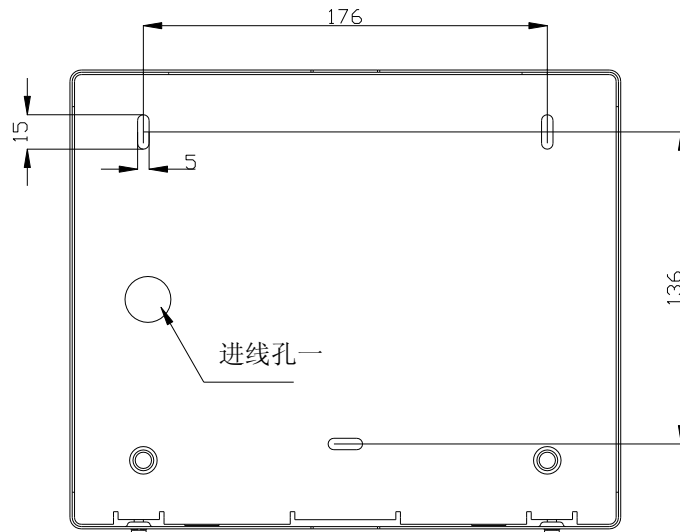

图 2 安装示意图
1. 转换开关分上壳和底壳两部分。转换开关采用壁挂式安装，打开转换开关上壳，通过 3 个 $\varnothing 8$ 的塑料胀钉将底壳安装固定后，接好线后合上上壳，通过螺钉锁紧上壳和底壳完成安装。安装孔位置和安装孔距如图 2 所示。
方式一：总线从进线孔一进入转换开关内部，接到端子 Z1、Z2 上，如图 2 所示。